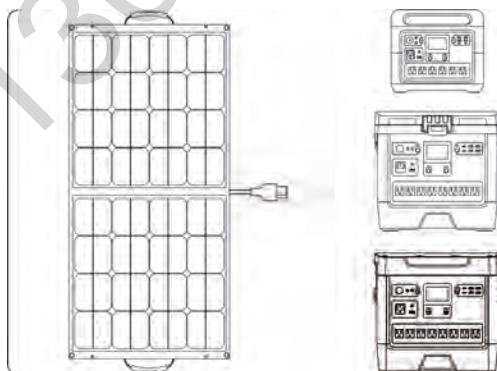

Рисунок 3. *Схема приєднання виробу до пристроїв-споживачів.*
5.1.3 Приєднати виріб за допомогою роз'єму XT60 виробу до зарядної станції ТМ «VITALS» (рис. 3).